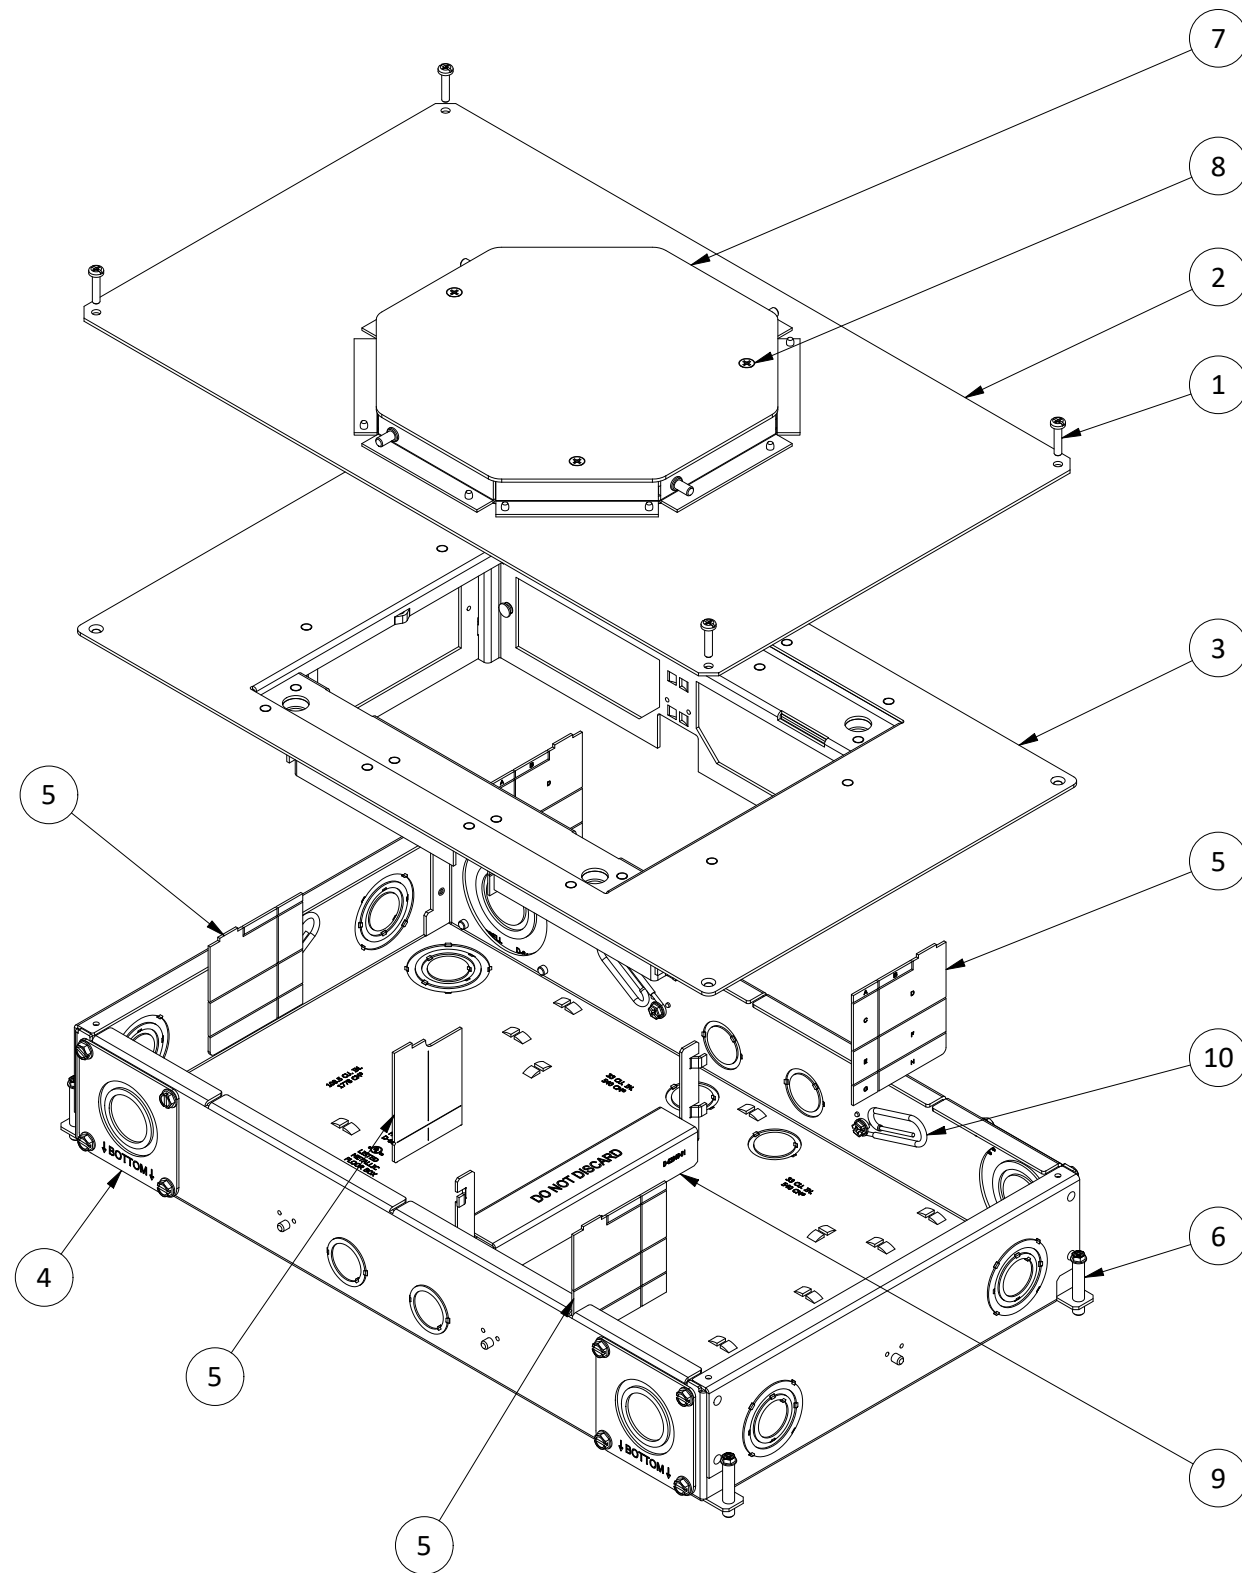

FIGURE 1
AVANT LA COULÉE DU BÉTON, CONSULTER LA FIGURE 1.
2. Retirer les ensembles transition [2] et platine de montage (3) de la boîte et conserver.
7. Fixer les vis de mise à niveau [6] comme à la figure 1. Au besoin, mettre la boîte de niveau en la positionnant avec le couvercle temporaire (7) à égalité de la dalle. Utiliser les vis de mise à niveau [6] et les fils métalliques pour empêcher la boîte de bouger pendant le coulage du béton. Consulter le Tableau 1 pour connaître la profondeur minimale de la coulée.